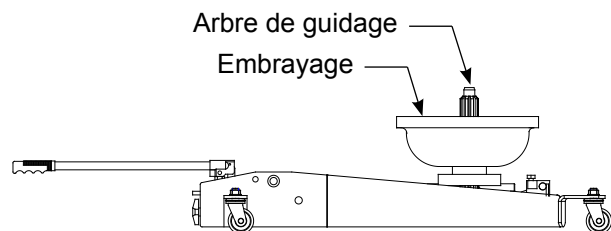

Figure 2 : Illustration de la position la plus basse lorsque le cric supporte un embrayage
Assurez-vous que l'arbre de guidage est en position verticale et que le cric est abaissé au maximum avant de déplacer l'embrayage (voir figure 2).
- Pour mettre l'embrayage sur le cric ou l'enlever, assurez-vous que l'arbre de guidage est en position verticale comme indiqué à la figure 2.